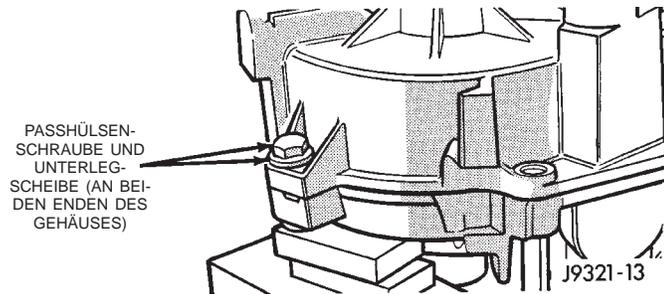

Abb. 73 Lage der PaßhülSENSCHRAUBEN
(8) Die Verbindungsschrauben für hintere und vordere Gehäusehälfte eindrehen. Die beiden PaßhülSENSCHRAUBEN an beiden Enden des Gehäuses müssen mit je einer Unterlegscheibe versehen werden (Abb. 73).
(9) Die Gehäuseschrauben mit einem Anzugsmoment von 27-34 N·m (20-25 ft. lbs.) festziehen.